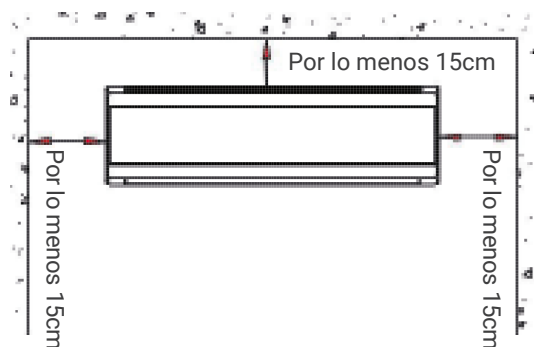

Fig.1
- Asegurar la distancia requerida en la Fig.1.
- La parte posterior de la unidad interior debe estar cerca de la pared (Fig.1)